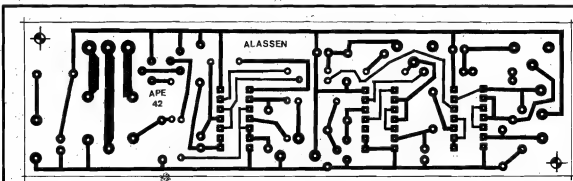

Fig.2
- FIG. 2 - O CIRCUITO IMPRESSO DE LAY OUT ESPECÍFICO
de projetos adequados ao absoluto "começante".... Entretanto, mesmo o principiante, se estiver disposto a exercer o máximo de atenção e cuidado, deverá obter sucesso na realização... A descrição da montagem, contudo, será direcionada aos Hobbystas já "estabelecidos", de forma direta e sem "firulas"... Quem precisar de outras informações gerais, deverá consultar os conselhos dados nos textos referentes às demais montagens da presente APE, bem como os importantes encartes TABELÃO APE e INSTRUÇÕES GERAIS PARA AS MONTAGENS... Voltando à "vacação", a fig. 2 traz o *lay out* , em tamanho natural, do padrão cobreado de ilhas e pistas do Circuito Impresso específico... É só copiar e confeccionar a placa (conferindo tudo ao final, antes de começar as soldagens).